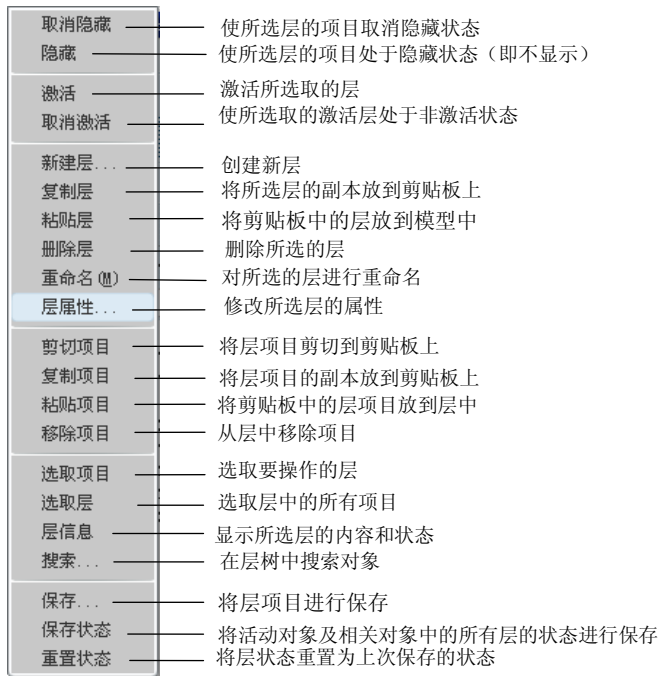

图 5.7.7 层的快捷菜单
Step1. 在“层树”中单击一个欲向其中添加项目的层，然后右击，系统弹出图 5.7.7 所示的快捷菜单，选取该菜单中的 **层属性** 命令，此时系统弹出图 5.7.8 所示的“层属性”对话框。